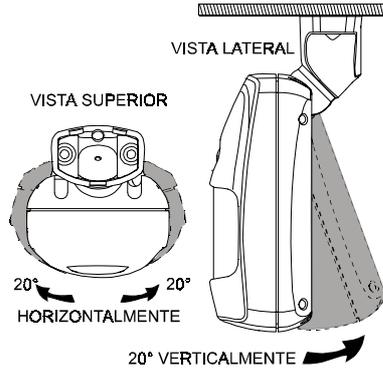

Figura 10. Posiciones de Giro Máximas
J. Gire el detector para lograr que encare la posición deseada. La figura 10 muestra las posiciones de giro posibles.